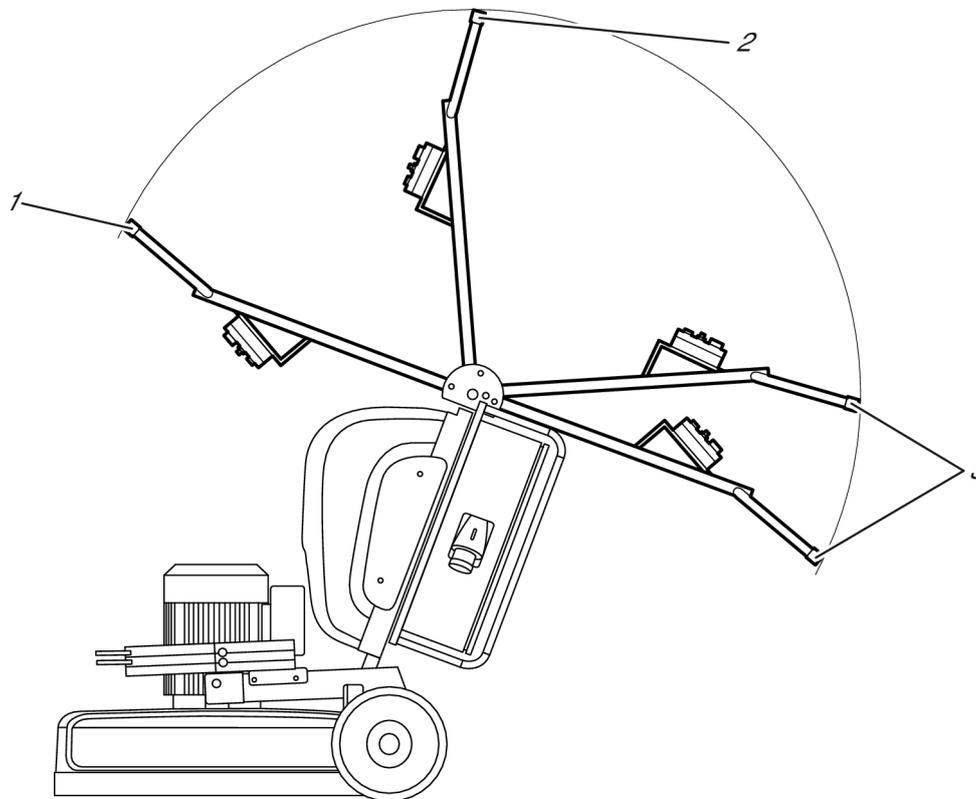

Abbildung 4-1. Griffeinstellungen
1. Klappen Sie den Griff in seine hintere Position, siehe Abbildung 4-1, seite 15.
4. Bringen Sie den Griff in die Arbeitsposition, siehe Abbildung 4-1, seite 15.